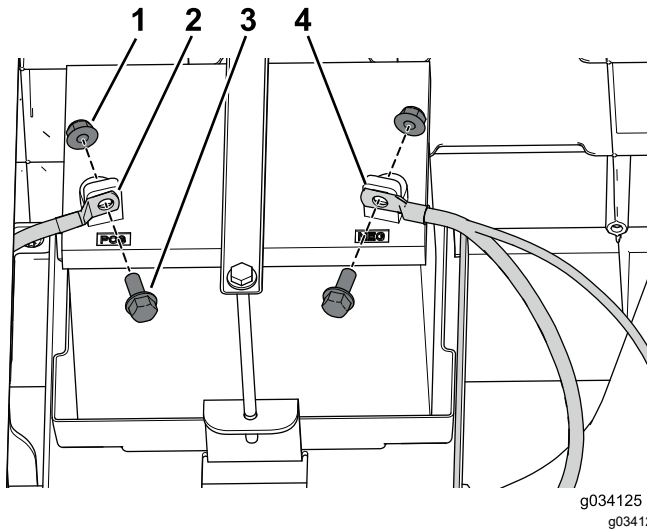

Figura 10
- Desconecte el cable negativo (-) de la batería, y luego el cable positivo (+) de la batería, según se muestra en Figura 10.